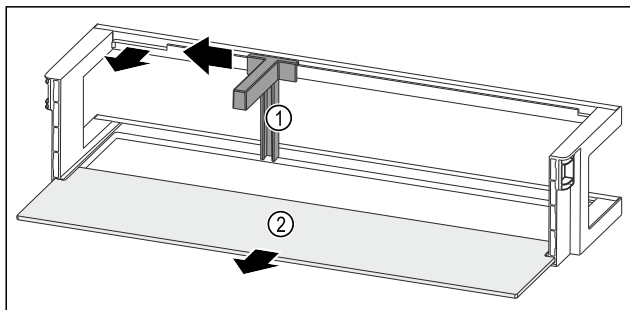

Fig. 149 Ajtópolc palacktartóval és tárolólappal
- A mélyedésig tolja oldalra a palacktartót Fig. 149 (1).
- Vegye ki a palacktartót Fig. 149 (1).
- Vegye ki a tárolólapot Fig. 149 (2).